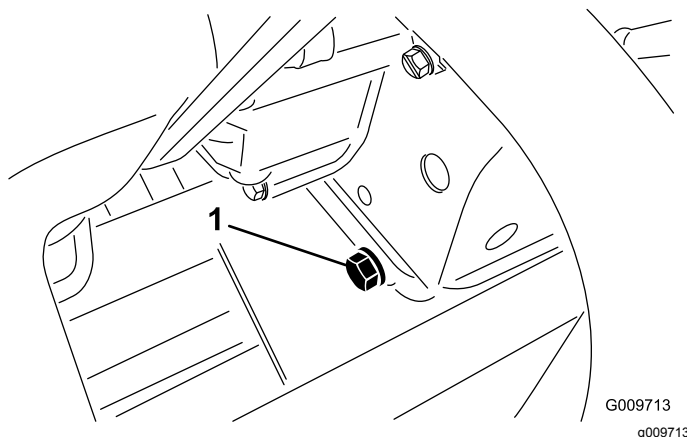

Figura 53
2. Retire o tampão de escoamento (Figura 53) e deixe o óleo escorrer para um recipiente adequado.